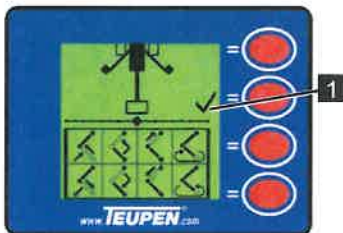

Abb. 144
5. Bühne weiter schwenken bis die Drehbewegung automatisch stoppt und das Häkchen (Abb.144/1) im Display angezeigt wird.